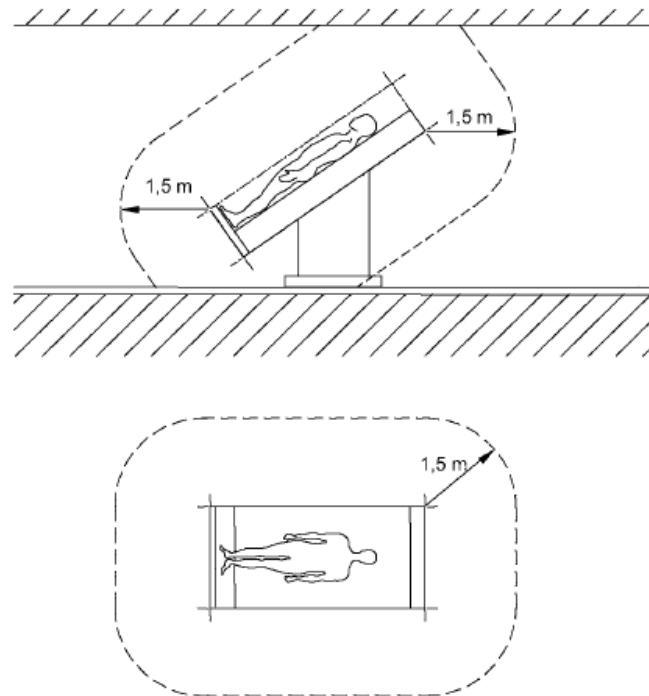

Fig. 1 Minimale omvang van de PATIËNTOMGEVING
- Open de zijdeksels van de servicekop ① door de M4x16 ④ inbusbouten aan de boven- en onderkant te verwijderen. Nu kunt u het zijdeksel openen zoals weergegeven in afbeelding 1, waardoor de binnenkant van de servicekop zichtbaar wordt.